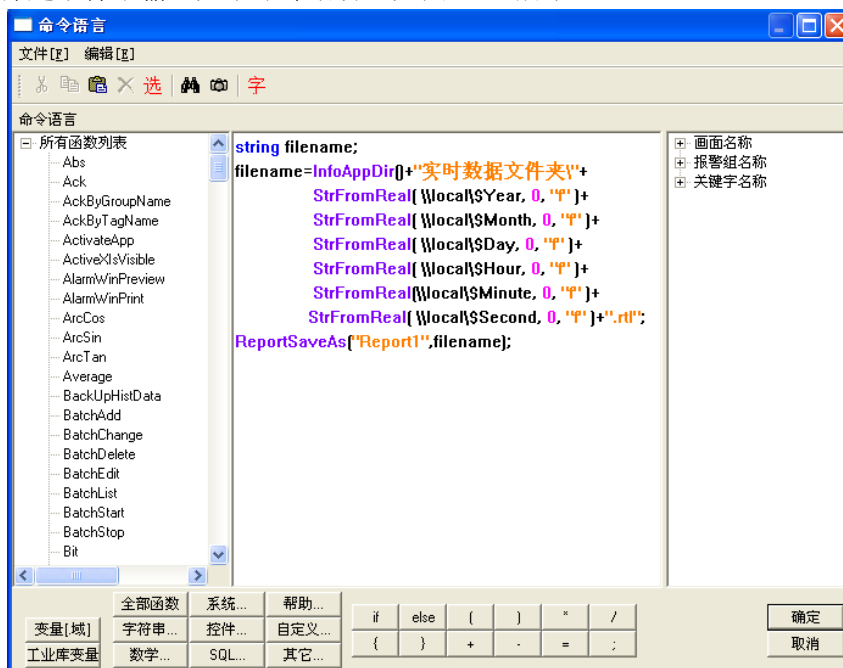

图 8-13
- 3、在按钮的弹起事件中输入如下命令语言，如图 8-13 所示。